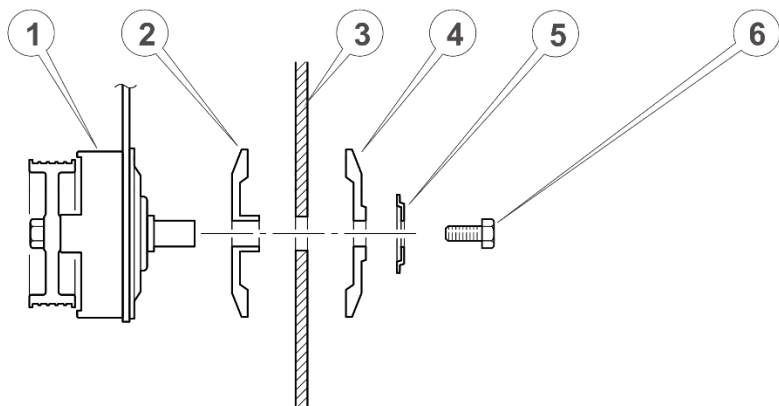

Рисунок 4. Схема фіксації диска.
4. Встановити зовнішній фланець, притискну шайбу, вставити в отвір та затягнути болт (див. рис. 4).